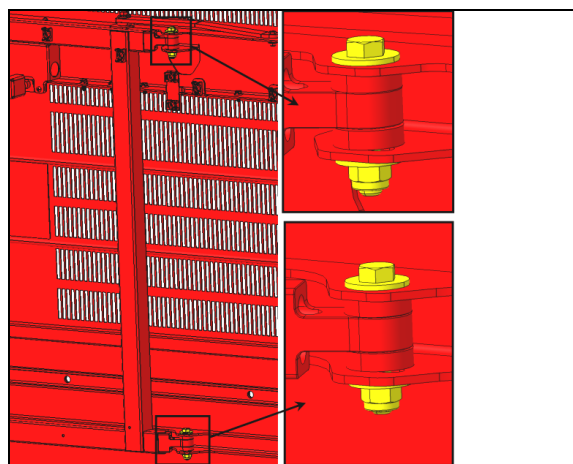

FIGURE 52:
4. Si la position verticale est hors tolérance, vous pouvez ajuster la porte en utilisant le jeu aux points d'attache entre les bras et la porte (Figure 52:).